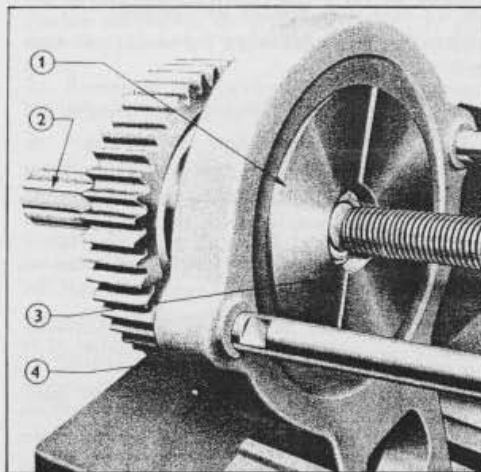

Fig. 12 = Depose du Roulement encastré d'Arbre de Sortie secondaire
i) Disposer les adaptateurs T.7000-12 autour de la cage intérieure du roulement avant, puis monter le tout sur l'Outil principal T.7000 (voir Fig. 12). Exercer une pression sur l'extrémité antérieure de l'arbre en serrant la vis centrale de l'outil, puis retirer la cage intérieure de roulement.